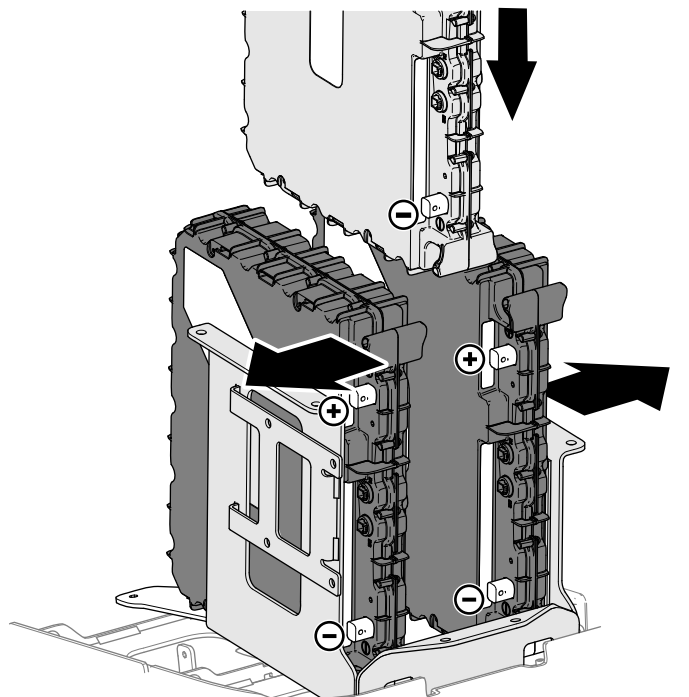

Figur 12
A. Ta bort locket (Figur 12) från pluspolerna.